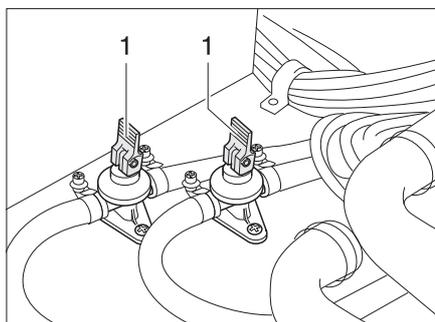

Bild 132 Ablasshähne
- Ablasshähne schließen. Dazu die Kipphebel (Bild 132,1) waagrecht stellen.
- Ablasshähne (Bild 132) öffnen. Dazu die Kipphebel (Bild 132,1) senkrecht stellen. Der Boiler wird über die Ablasshähne nach außen entleert.